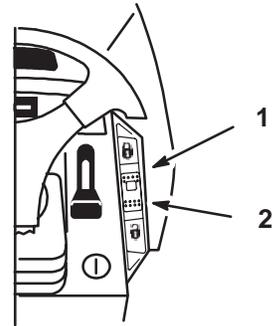

Figure 15
Le commutateur de vitesse de croisière, sur le tableau de bord, offre trois positions: verrouillage (à ressort), marche, et déverrouillage (Fig. 15). La commande maintient la position de la commande de traction sans pression du pied. Elle est destinée uniquement à la marche avant. Ne pas l'utiliser en marche arrière.
1. Conduire le tracteur en marche avant à la vitesse souhaitée, voir Marche avant ou arrière, page 19. Sans modifier la pression du pied sur la pédale de traction, pousser le commutateur de vitesse de croisière (Fig. 15) en position de verrouillage.
1. Maintenir du pied une pression constante sur la pédale de traction, et mettre le commutateur de vitesse de croisière (Fig. 15) en position déverrouillée.